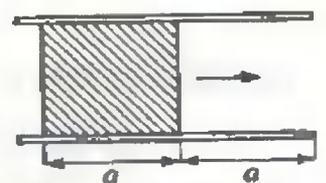

Рис.4
8. В открытую с обоих концов трубку вставлена пробка длиной a . Пробка находится от края трубки на расстоянии a (см. рис. 4). Какую минимальную работу нужно произвести, чтобы вытащить пробку из трубки, если сила трения между трубкой и полностью вставленной в нее пробкой равна F ? Весом пробки пренебречь.